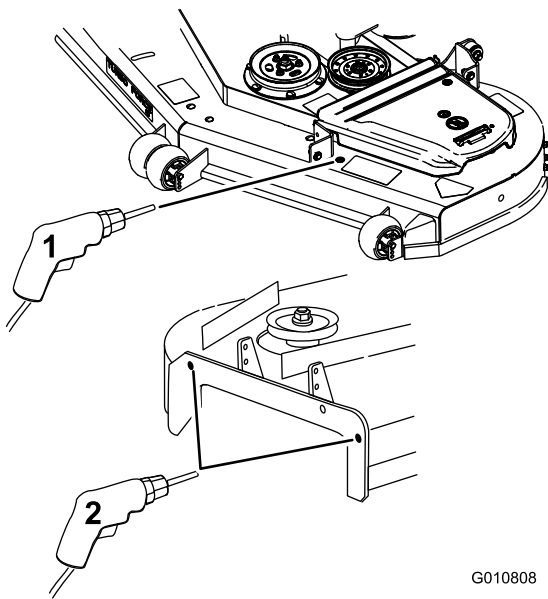

Figura 7
1. Compruebe el diámetro de los taladros en las posiciones indicadas en la Figura 7.
2. Si es necesario, abra los taladros del diámetro especificado en las posiciones indicadas en la Figura 7.